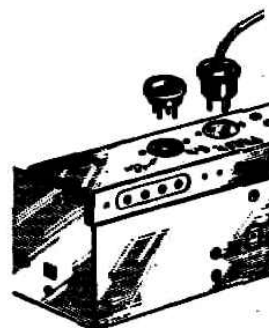

Fig. 1
- Intercalez un milliampèremètre entre masse et point 2 de T 5 (fig. 1).
b) Placez le cavalier répartiteur de tension sur la position 6 V (fig. 1).
c) Adjoignez l'alimentation complémentaire 3 V et branchez la fiche 3 broches dans la prise appropriée (fig. 1). Placez à l'intérieur du boîtier deux piles de "lampe torche" 1,5 V.